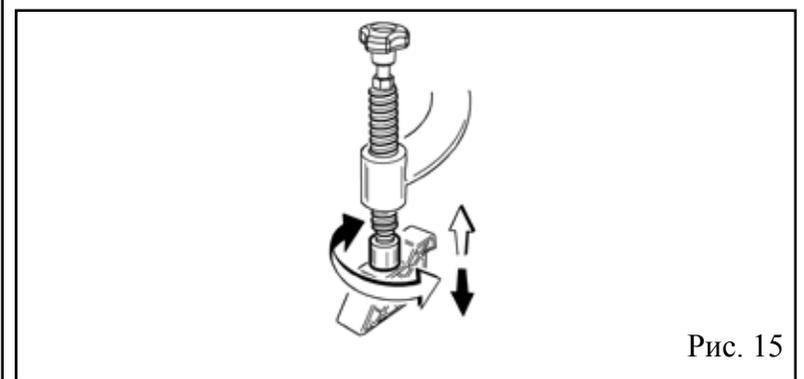

Рис. 15
ПРИМЕЧАНИЕ: Если при выполнении операций инструментом прижима борта шины (4) не работает должным образом (нажимает слишком сильно или слишком слабо), необходимо отрегулировать его высоту, прикрутив или отвинтив винт, как показано на Рис. 15.
Note: if, during the operation, the bead-pressing tool (4) is not pressing the tool adequately (too much or too few), it is necessary to adjust its height by screwing down or out the screw as per fig. 15.